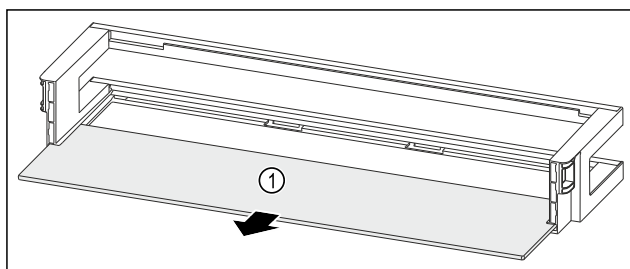

Fig. 250 Dveřní přihrádka s odkládací plochou
- Odkládací plochu Fig. 250 (1) odeberte.